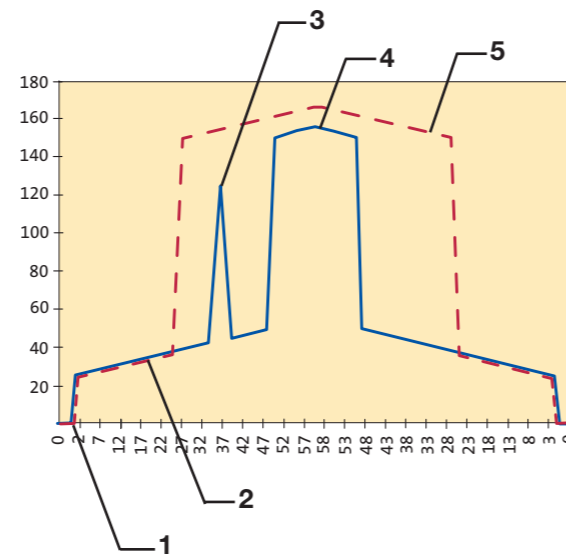

Abbildung 7:
4.3 Druckaufbau im System (Abb.7)